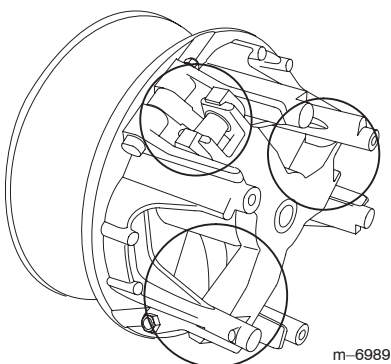

Figura 57
5. Lubrificate le parti in movimento nelle zone contrassegnate da un cerchio nella Figura 57, utilizzando l'aerosol lubrificante a secco Toro (Dry Lubricant Spray) reperibile dal rivenditore o Distributore Toro autorizzato di zona.